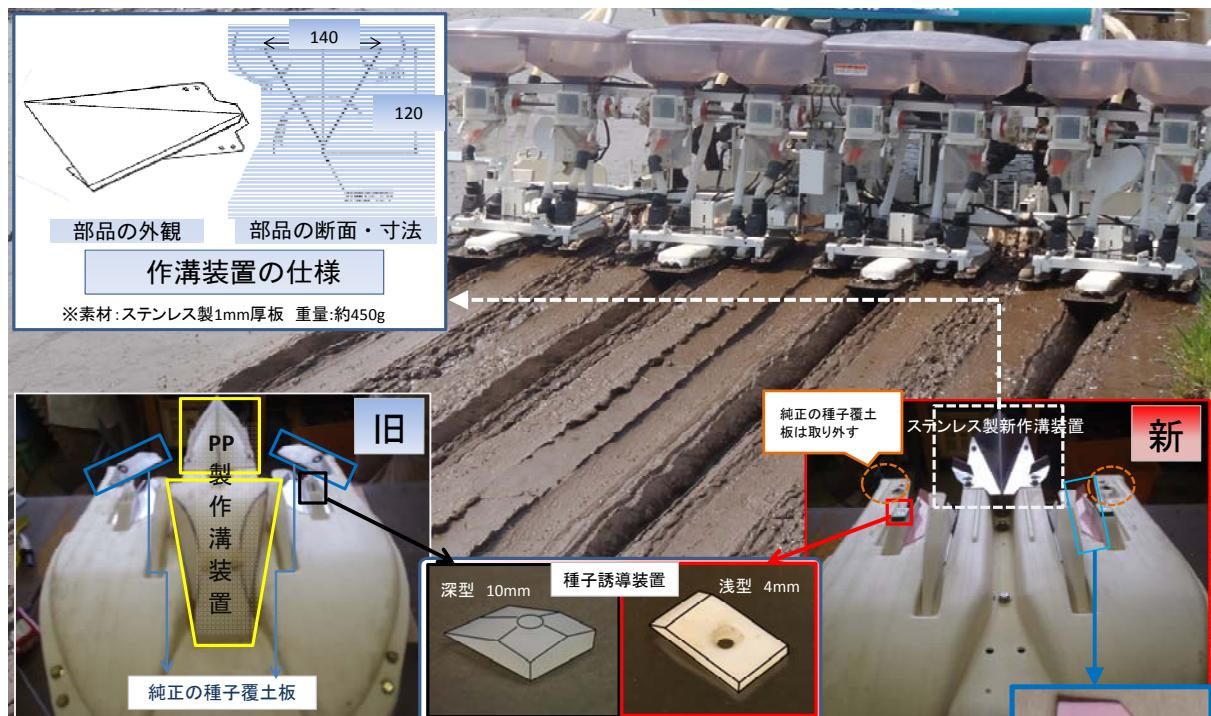
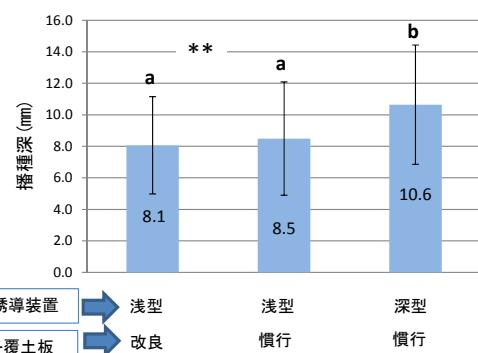

図1 新作溝装置の諸元とフロート底面プロファイル
図3 種子誘導装置と種子覆土板による播種深
- (1) 新たな作溝装置は、高精度湛水直播機（緊プロ機ベース）のフロート部分に装着できる1ピース・シームレスのステンレス製作溝装置である。1ピース当たりの重量は約450gであり、従来のPP製作溝装置の約2000gと比べて軽量である。製作費（試作費実費）は、材料費込みで、1セット4部品（8条用）で約2万円であり、従来のPP製作溝装置（8条用販売価格約24万円）と比べて低コストである（図1）。
- (2) 従来のPP製作溝装置の後方作溝体と同じ位置（フロート後方下部）に、装着が可能であり、側条施肥機能付きの作業機にも、そのまま装着できる（図1）。種子誘導装置は、播種深が深くなりすぎないようにするため、浅型（4mm）のタイプを用いる（図1、図3）。
- (1) ステンレス製の作溝部品は、図面の持ち込みで鉄工所等に製作委託が可能であるが、材料費の変動等により製作費用は変動する可能性がある。なお、図面の詳細や加工業者リスト等は別途組み立てマニュアル等で提示する。
- (2) 高精度直播機のフロートに、（独）農研機構生研センター緊プロ機ベースの共通品を採用していればメーカーを問わず装着が可能である。
- (3) 播種時の圃場硬度はゴルフボール貫入深で平均-0.5～1.0cmかつ±1cmの範囲に収めることが望ましい。硬めの場合、純正で装備されている種子覆土板（自動制御）が接地せず、種子が露出することがあるため、改良覆土板（製作見積依頼中）に付け替えることにより覆土の精度を高めることができる（図1）。
- (4) 代かき深が12cmより浅くなる場合、作溝装置のサイズを小さくすることにより対応できる。